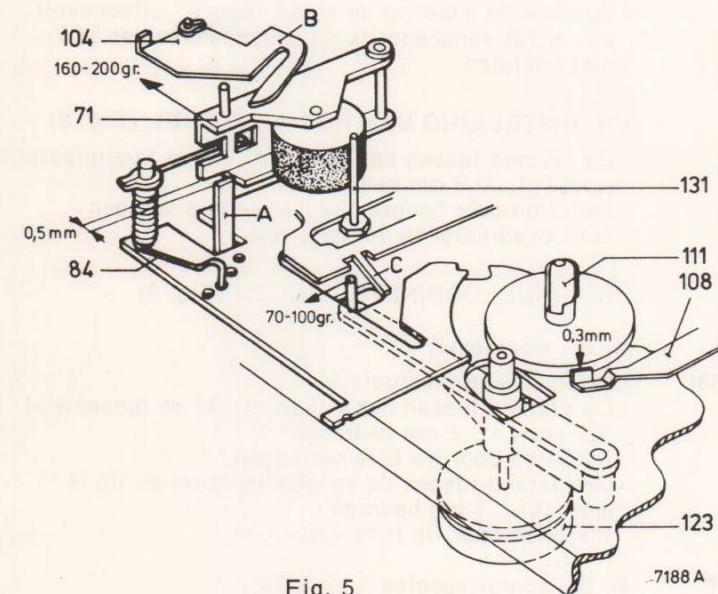

Fig. 5
**III. INSTELLING VAN DE DRUKROLKRACHT (Fig. 5)**
**VI. INSTELLING "PAUZE" STAND (Fig. 5)**
**D. Bij weergeven, vooruit- en terugspoelen (zie Fig. 5)**